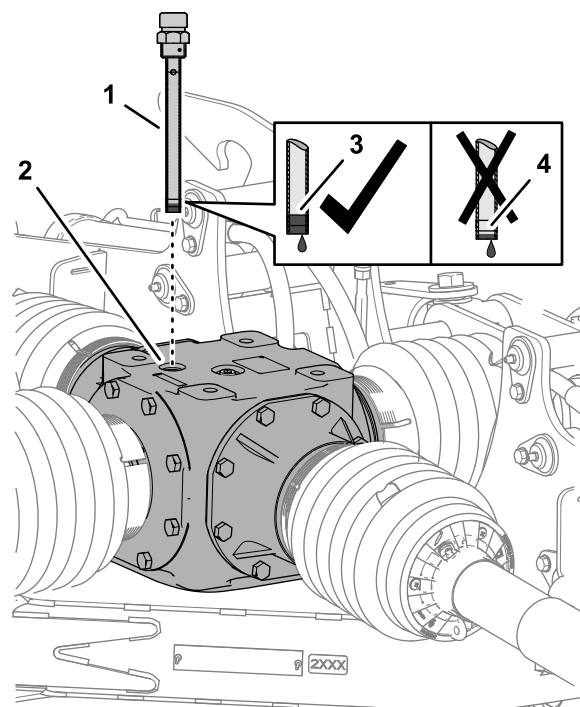
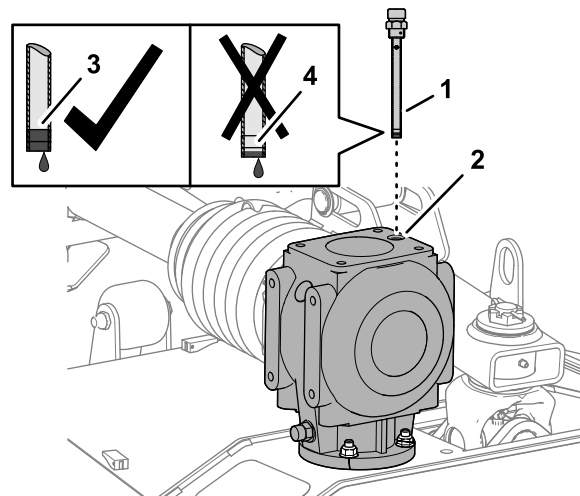

Рисунок 57
Рисунок 58
1. Извлеките масломерный щуп из отверстия в верхней части среднего редуктора (Рисунок 57 или Рисунок 58).
2. Проверьте уровень жидкости по меткам на щупе (Рисунок 57 или Рисунок 58).
4. Заверните масломерный щуп в заливное отверстие и затяните его (Рисунок 57 или Рисунок 58).